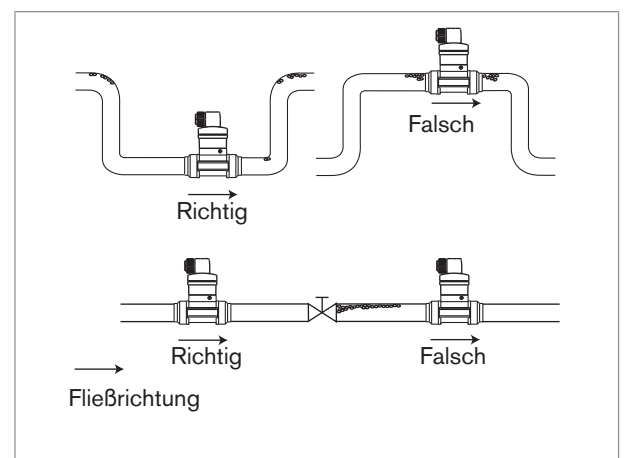

Bild 4: Zusätzliche Installationsempfehlungen
- Die Bildung von Luftblasen in der Rohrleitung vermeiden (siehe Bild 4).